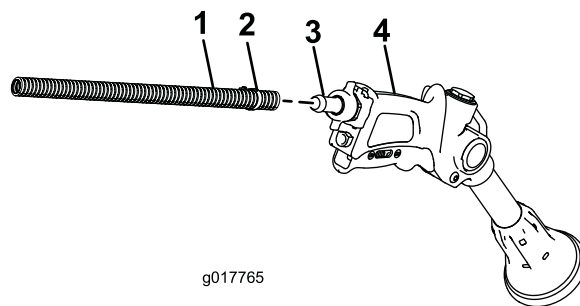

Figura 41
2. Collegare l'estremità libera del tubo flessibile lungo al raccordo sulla pistola a spruzzo (Figura 41).